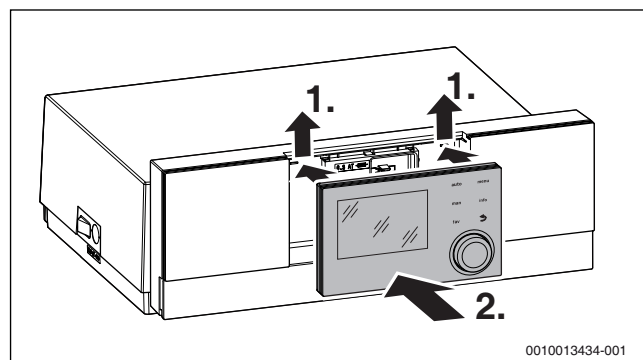

Рис. 24 Установка пульта управления
- ▶ Установите пульт управления RC 310 в систему управления (→ рис. 24).